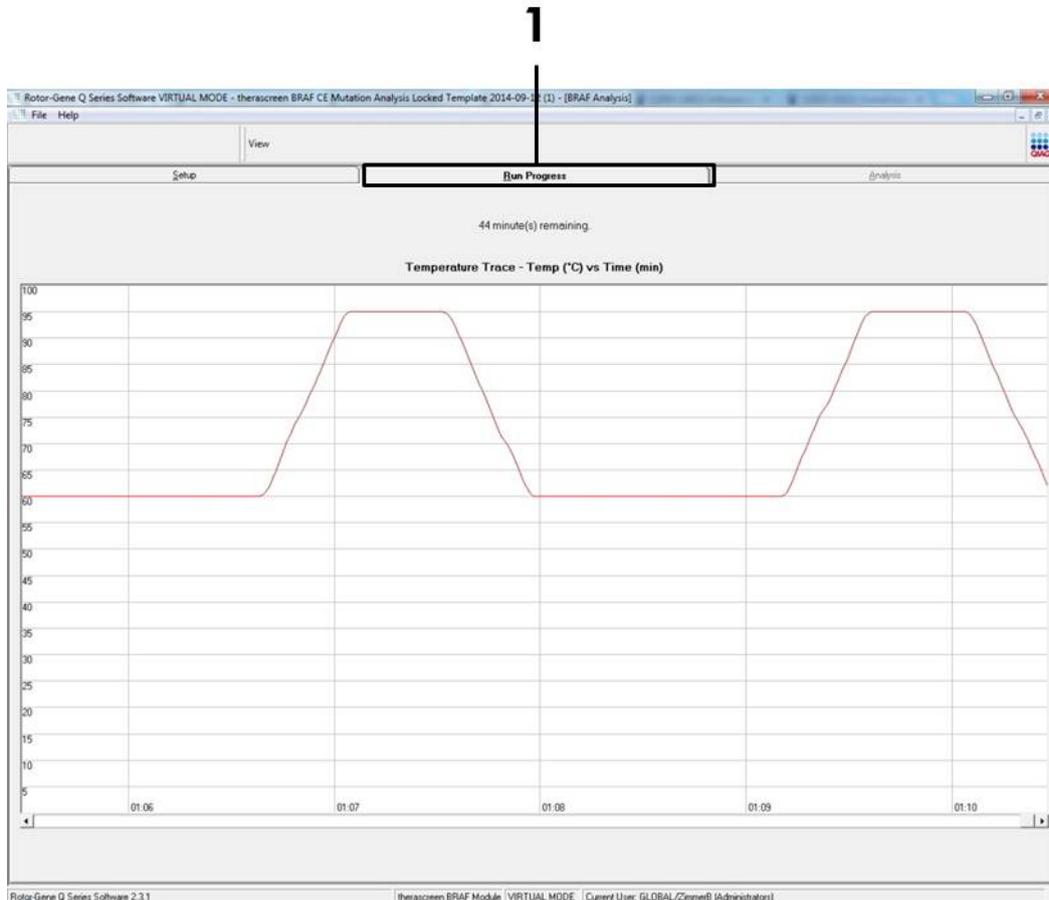

Figura 18. Scheda "Run Progress" (Avanzamento seduta) (1).
**Nota:** quando la seduta ha inizio, si apre automaticamente la scheda "Run Progress" (Avanzamento seduta) per mostrare il tracciato della temperatura e il tempo rimanente per la seduta (Figura 18).